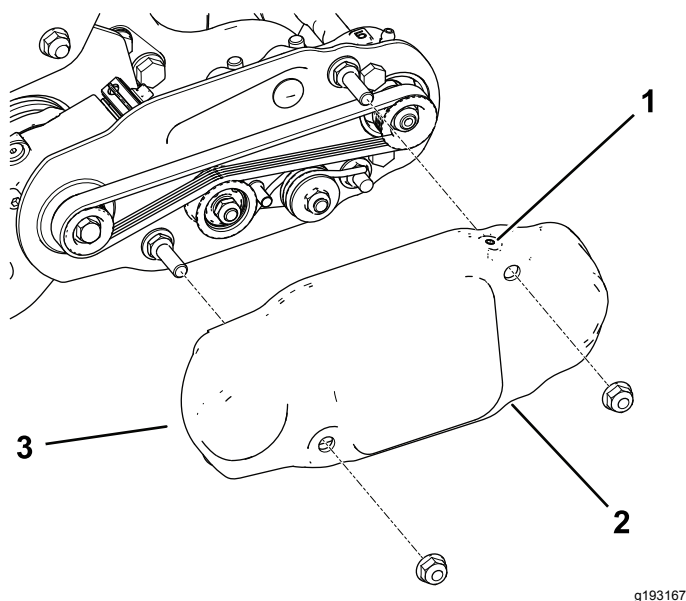

Figura 16
2. Deslize a cobertura da correia para os parafusos de montagem e fixe a cobertura com 2 porcas flangeadas (Figura 16).